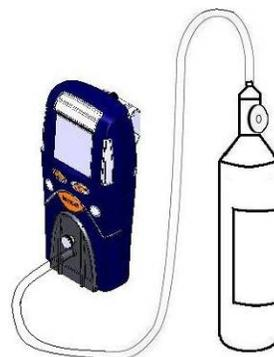

Figura 4.1 Configuração de Teste de sensores / calibração com gás
4. Acople o adaptador de calibração e conecte o cilindro de calibração ao PHD6 como exibido na figura 4.1. Envie um fluxo de gás para os sensores.
Para calibrar o PHD6 com ar fresco em uma atmosfera contaminada, conecte um cilindro de “zero air” (ar zero) contendo 20,9% de oxigênio e sem contaminantes ao PHD6 e envie um fluxo do gás para o instrumento. Então realize a calibração com ar fresco. Consulte a figura 4.1 acima para obter a configuração.